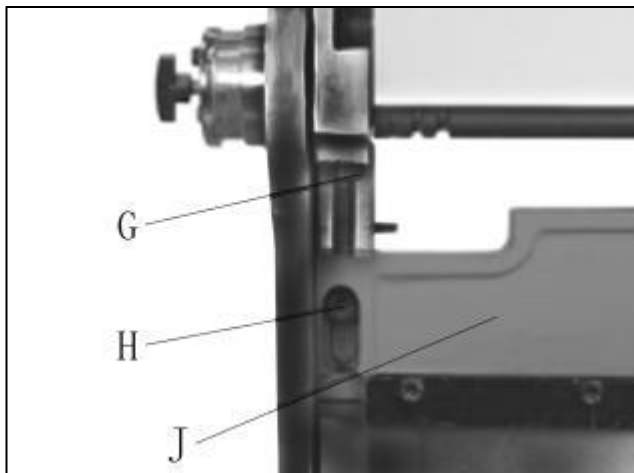

Figura 6
**Para ajustar la viga del freno (G, Figura 6) para curvas de 90° en la parte inferior de la carrera:**
13. Afloje ligeramente los tornillos de bloqueo (H) con una llave hexagonal de 6 mm.
14. Gire los tornillos de ajuste de la viga del freno (G) con una llave de 16 mm, hasta que se produzca una curva de prueba. Reflejar una curva de 90° en ambos extremos del freno.
15. Vuelva a apretar los tornillos (H).